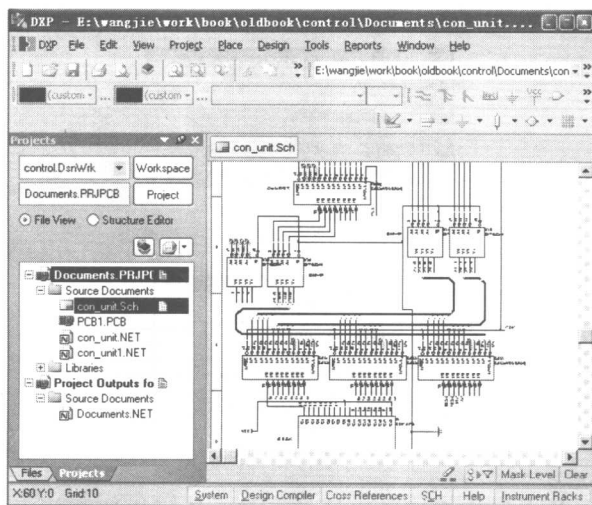

图 1-3 在 Protel DXP 2004 环境下打开 Protel 99SE 的数据库文件
**step 2)** 双击选中的数据库文件，然后单击弹出的确认框上的 Yes 按钮，将会出现如图 1-3 所示的结果。
**step 3)** 在图 1-3 中可以看到，Protel 99SE 的数据库文件完成了转化，转化后并没有破坏